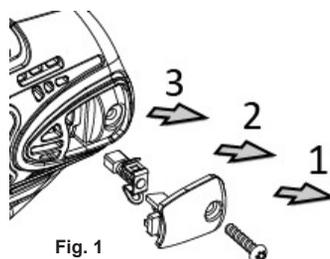

Fig. 1
- Utilizzare il cacciavite per smontare la vite dal coperchio posteriore dell'alloggiamento, quindi estrarre le spazzole di carbonio dai lati destro e sinistro (vedere fig. 1).